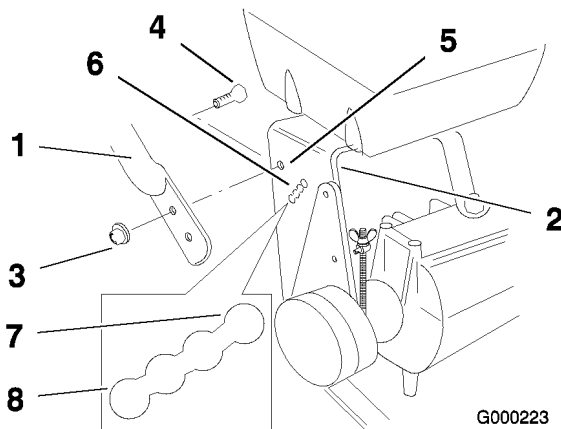

Figura 3
1. Alinee el manillar con los taladros de montaje superiores del bastidor trasero (Figura 3).
2. Fije el manillar en cada taladro de montaje superior con un perno de arandela prensada (3/8 x 1 pulgada) y una tuerca de arandela prensada (3/8 pulgada) (Figura 3).
3. Seleccione la posición baja para el taladro de montaje inferior (Figura 3).
4. Fije el manillar en cada taladro de montaje inferior con un perno de arandela prensada (3/8 x 1 pulgada) y una tuerca de arandela prensada (3/8 pulgada) (Figura 3).